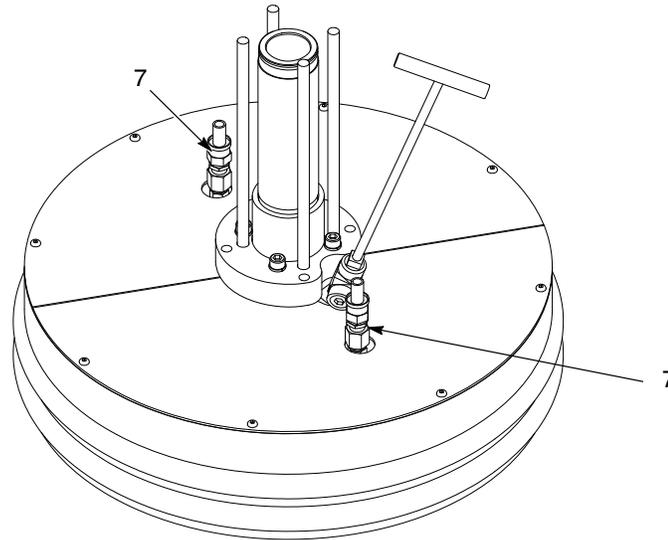

Figure 5 Installation d'un module suiveur T/C
4. Voir la Figure 5. **Pour les modules suiveurs T/C seulement**, poser les tuyaux de conditionnement thermique sur les orifices d'entrée/sortie d'eau (7).